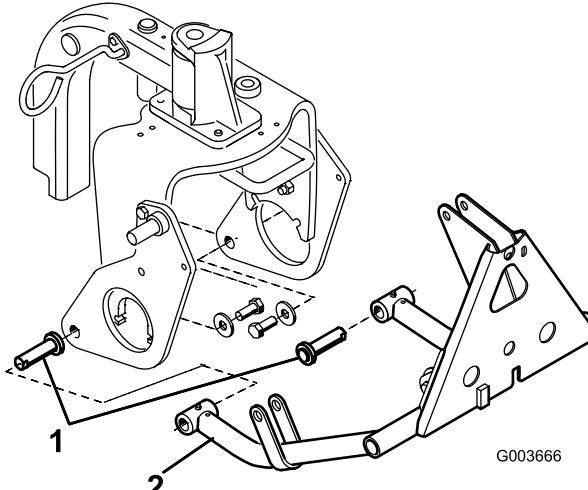

图 13
3. 如图 13 所示将油缸销插入各推动臂管。
4. 将推动臂管插入到左、右犁板上将油缸销导向架与犁板中的孔对齐 图 13。
5. 如图 13 所示用螺栓 $5/8 \times 1\text{-}1/2$ 英寸和垫圈外径 1.68 英寸 x 内径 0.65 英寸将油缸销分别安装到犁板上。